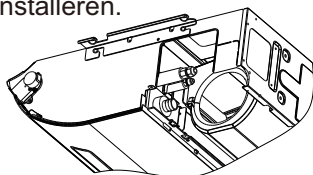

Afb. 4.1 De verbindingpunten van de leiding
- (1) De verbindingpunten van de leiding worden in Afb. 4.1 en Afb. 4.2. weergegeven.